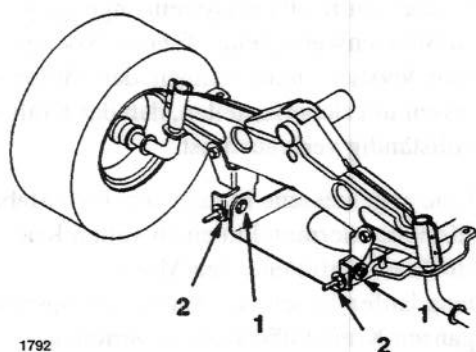

Bild 53
7. Um die Messereneigung von vorne nach hinten einzustellen, die Befestigungsschrauben der vorderen Gelenkplatte etwas lockern (Bild 53).
8. Die Sicherungsmuttern an den Ringschrauben drehen, um die Einstellung zu ändern (Bild 53). Um
9. Nachdem die Sicherungsmuttern an beiden Ringschrauben gleichmäßig eingestellt wurden, die Neigung von vorne nach hinten nochmals prüfen. Die Ringschrauben weiter einstellen, bis die vordere Spitze des Messerbalkens 0-9,2 mm tiefer ist, als die hintere Messerbalkenspitze (Bild 53).
10. Wenn die Neigung von vorne nach hinten einwandfrei ist, die Befestigungsschrauben der Gelenkplatte wieder festziehen (Bild 53).